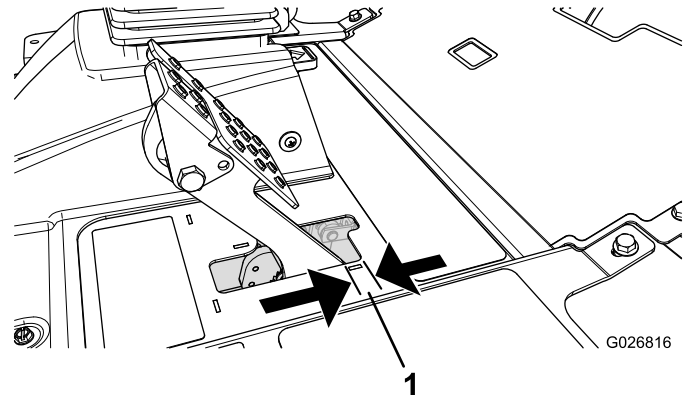

Bild 94
Stellen Sie die Bremsen ein, wenn das Bremspedal mehr als 2,5 cm Spiel hat, oder wenn die Bremsen nicht mehr gut genug greifen (Bild 94). Als Spiel gilt der Abstand, den das Bremspedal zurücklegt, bevor ein Bremswiderstand spürbar ist.
2. Ziehen Sie die hintere Mutter an, um den Zug nach hinten zu bewegen, bis das Bremspedal ein Spiel zwischen 0,63 mm bis 1,27 cm aufweist, bevor die Radsperrung auftritt (Bild 94).